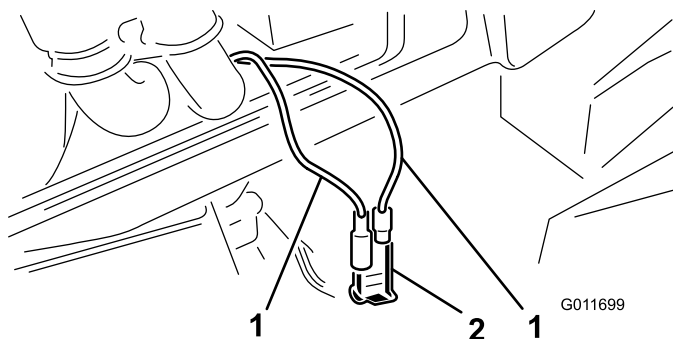

Figura 59
3. Individuate i due cavi di connessione con cappuccio all'interno del vano (Figura 59).